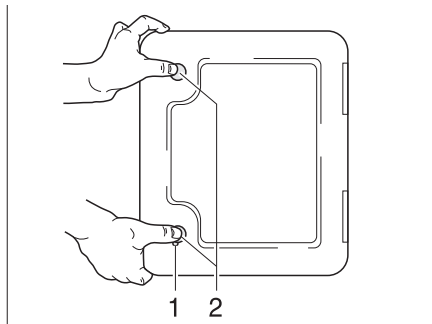

Bild 140 Lucka för Thetford-kassett
Luckan till Thetford-kassetten (Bild 140) är placerad på fordonets utsida.
- Stick in nyckeln i låscylindern i trycklåsets (Bild 140,1) och vrid den ett kvarts varv medurs.
- Tryck samtidigt in de två trycklåsen (Bild 140,2) med tummarna och öppna luckan för Thetford-kassetten.